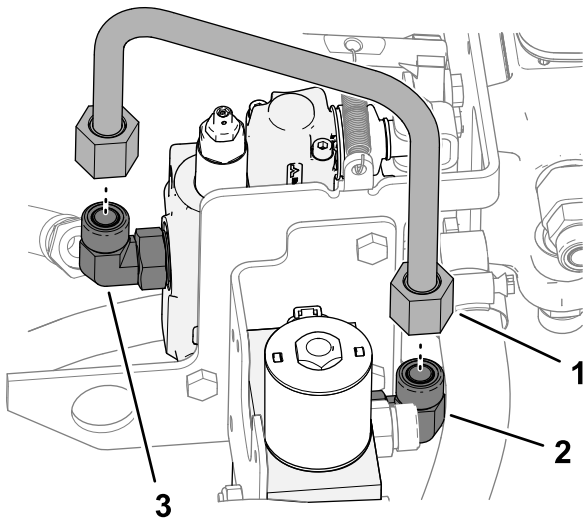

Bild 21
1. Montieren Sie das U-förmige Rohr an das 90°-Anschlussstück in Anschluss P des Hilfsventils und das 90°-Anschlussstück in Anschluss A im Niedrigflussventil (**Bild 21**).